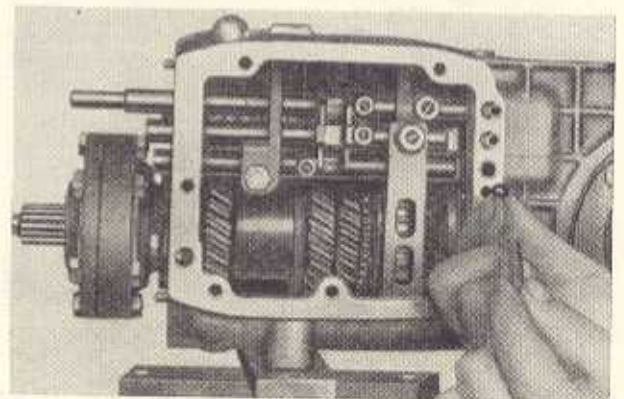

Bild G 81. Einsetzen der Arretierungen für die Schaltstangen
9. Je eine Arretierfeder in die Bohrung auf die Arretierkugel setzen (Bild G 81).